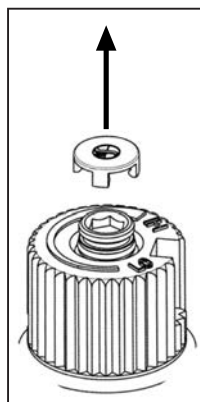

Figure 9: Retrait du bouchon de valve.
a) Retirer le capuchon de protection noir du bouton HI / LO à la main montre la figure 9.
g) Re-fixer le capuchon de protection noir qui a été retiré à l'étape a (Figure 9).